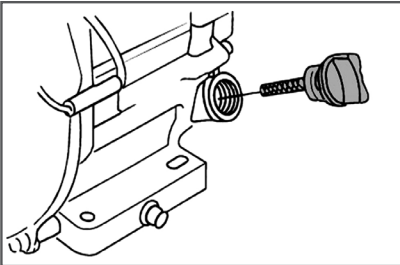

Рис. 9 Крышка-щуп маслосазливной горловины
2. Открутите крышку-щуп маслосазливной горловины и извлеките щуп (Рис. 9).
2. Выкрутите крышку-щуп маслосазливной горловины и извлеките щуп (Рис. 9).